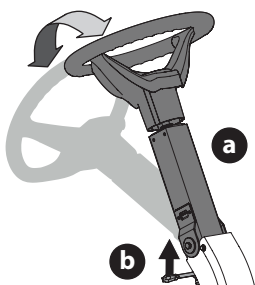

Figure 9
1. Pour faire incliner la colonne du volant de direction (a) vers l'avant, tournez le levier de réglage (b), placez la colonne du volant de direction (a) à la position désirée, puis relâchez le levier de réglage (b) pour fixer la colonne du volant de direction (Figure 9).